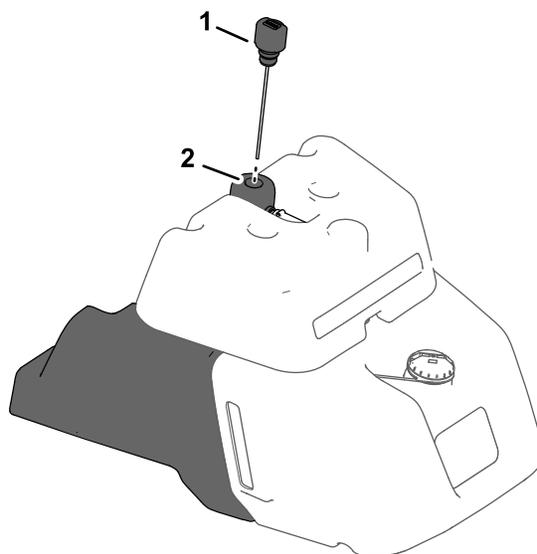

Рисунок 37
- Если на вашей машине есть смотровое окно для определения уровня топлива на боковой части топливного бака, найдите масломерный щуп гидравлической системы в верхней части гидравлического бака (Рисунок 37) и перейдите к пункту 5.